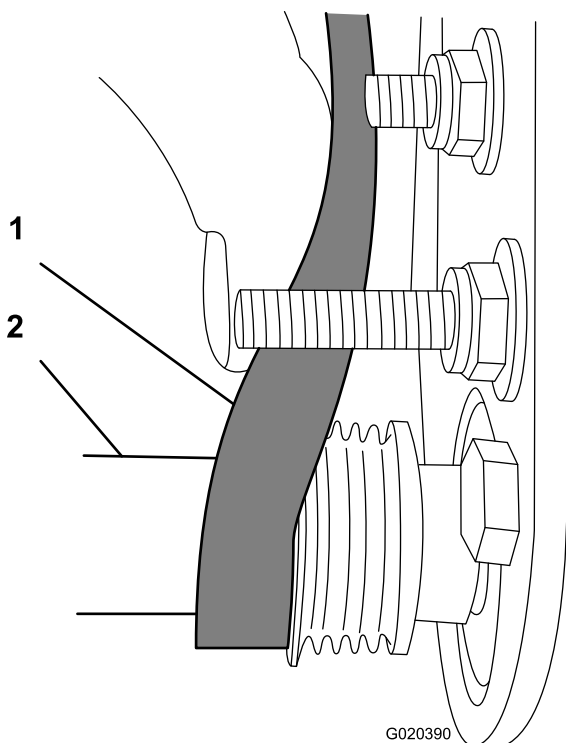

Figura 27
- C. Utilice una llave de vaso profundo de 9/16" para girar el conjunto del cepillo y guiar la correa sobre la polea arrastrada (Figura 27).